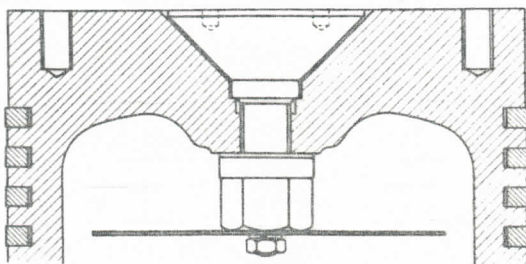

Fig. 17
78. De losse zuigerbodems; zie fig. 17. Het midden van den zuigerbodem, dat het heetste wordt, wordt gevormd door een afzonderlijk deel, dat met een vlakke zitting gasdicht in den zuiger sluit; boven de zitting is deze losse bodem rondom geheel vrij van den zuiger. De bodem is in den zuiger bevestigd met draad, geborgd door een dopmoer; over de dopmoer is een schermplaat gelegd, welke door een zeskante moer op zijn plaats gehouden wordt.